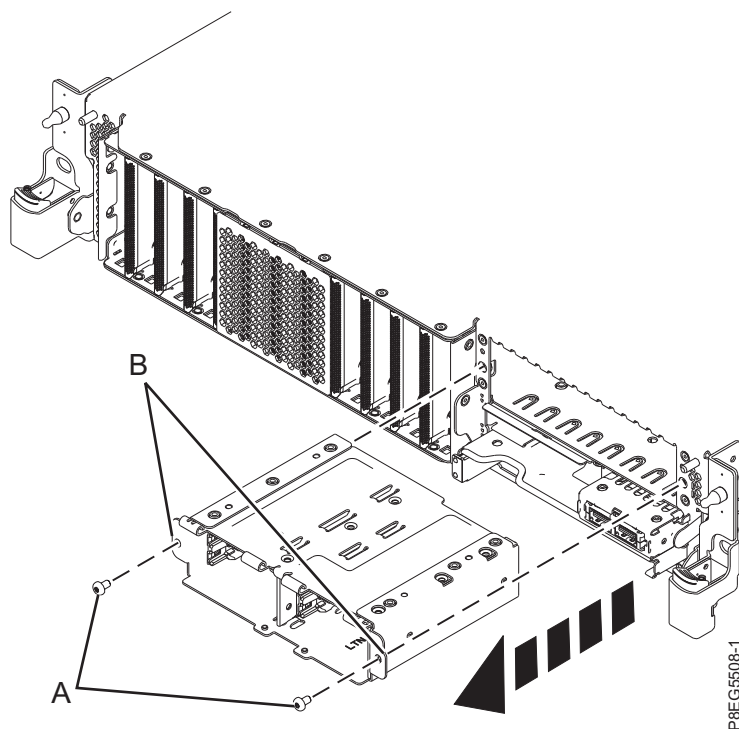

Figura 1. Cómo extraer el receptáculo de SSD parcialmente
11. Si el sistema tiene la placa posterior de la unidad de disco de función ampliada, debe extraer parcialmente el receptáculo de SSD. Quite los tornillos (A) del receptáculo de SSD. Deje las SSD completamente insertadas en el receptáculo. Sujete los rebordes de montaje (B) y deslice el receptáculo de SSD lo suficiente para evitar que las patillas de la parte posterior del receptáculo interfieran con la extracción de la placa posterior de la unidad de disco. Consulte la Figura 1 en la página 4